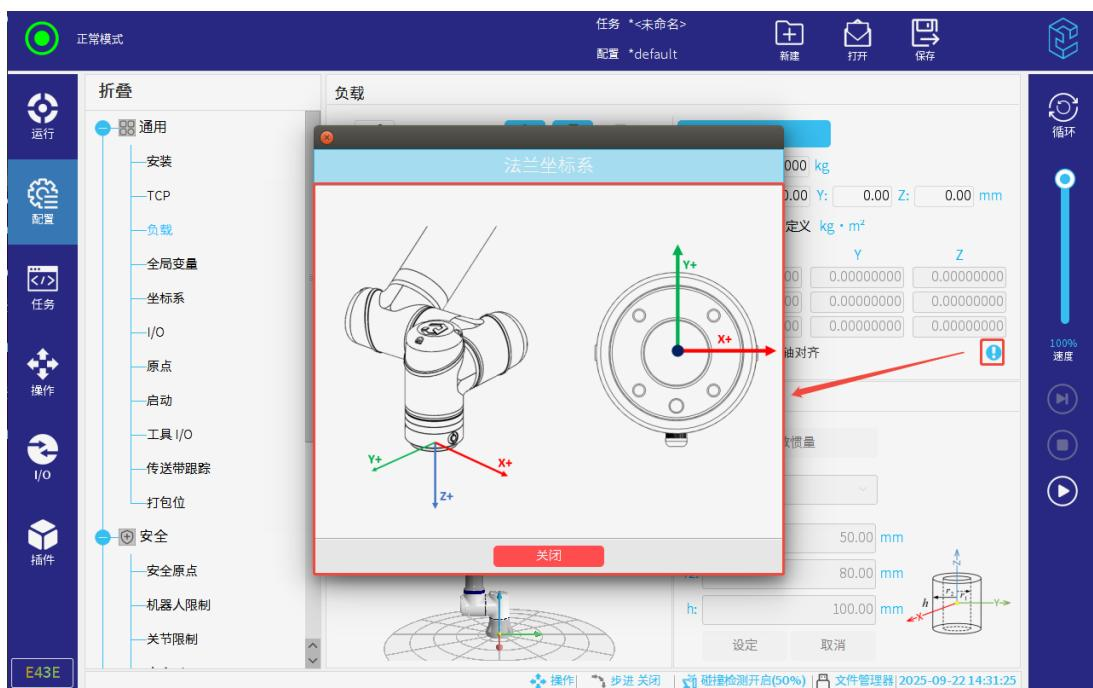

图 3-43: 法兰坐标系方向
- 设置重心参数时，其 XYZ 三轴的参数需与工具法兰轴对齐。点击右侧的 ，可参考法兰坐标系的方向，如图 3-43 所示。